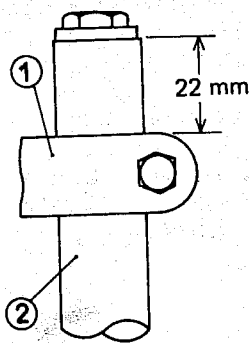

Bild 108
- Die Vorderradgabel so einbauen, dass die Gabelbeine um 22 mm über die Lenkerkrone vorstehen (Bild 108).